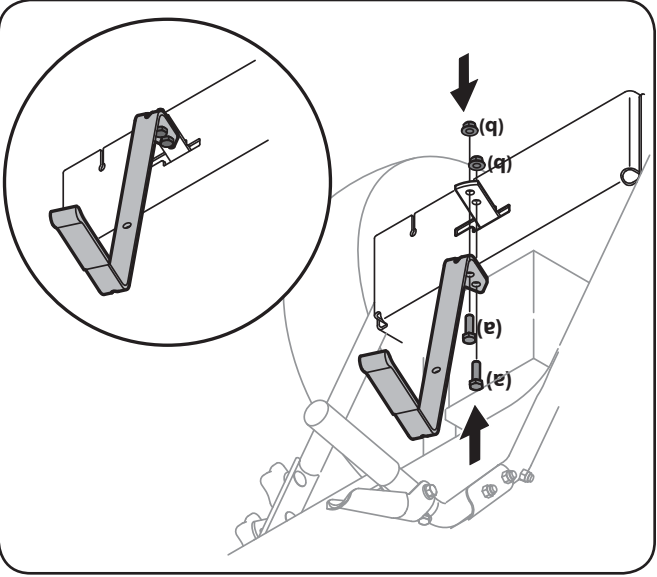

Figure 3-6
3. Placez le levier de vitesses à la position verticale, puis alignez les trous du levier avec les trous de la plaque. Voir Figure 3-6.
4. Fixez le levier de vitesses sur la plaque avec les deux boulons et les deux écrous retirés aux étapes 1 et 2. Voir Figure 3-6.